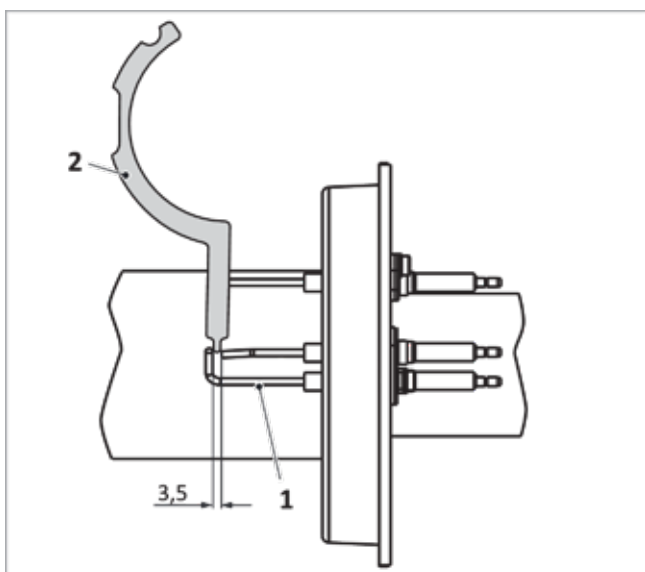

Abb. 48: Abstand Elektrode zur Masse an der Zündelektrode
3. Abstände der Ionisationselektrode mit Hilfe einer Elektrodenlehre → Abb. 48 (2) überprüfen (ggf. durch vorsichtiges Biegen korrigieren).
- Elektroden untereinander → Abb. 48 (1): 3,5 mm